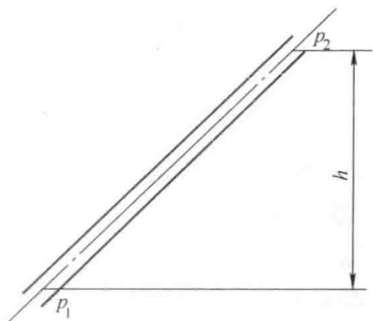

图 2-4 例 2-4 图
例 2-4 如图 2-4 所示一倾斜管道, 其长度 $L = 20\text{m}$, 直径 $d = 10\text{mm}$, 两端高度差 $h = 15\text{m}$, 管中液体密度 $\rho = 900\text{kg/m}^3$, 运动黏度 $\nu = 45 \times 10^{-6}\text{m}^2/\text{s}$, 当测得两端压力如下时, (1) $p_1 = 0.45\text{MPa}$, $p_2 = 0.4\text{MPa}$; (2) $p_1 = 0.45\text{MPa}$, $p_2 = 0.25\text{MPa}$, 求管中油液的流动方向和流速。